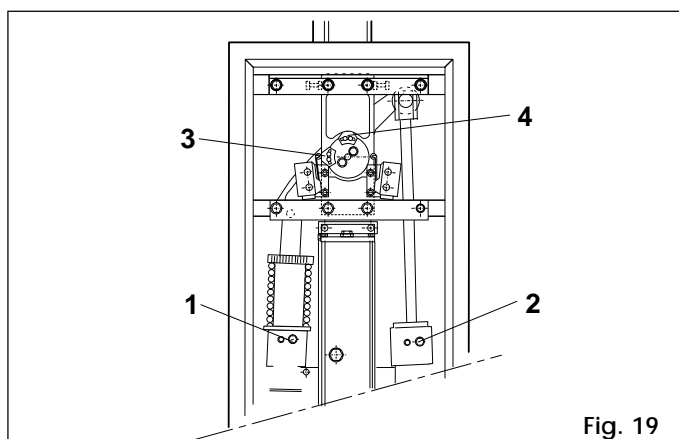

Fig. 19
Sólo si fuera necesario efectuar pequeños ajustes, utilizar los tornillos de regulación ref. 1 y 2 de la Fig. 19. Girando hacia la derecha, la intensidad de la desaceleración aumenta; hacia la izquierda, disminuye.
2) La regulación ideal de las levas de los finales de carrera ref. 3 y 4 de la Fig. 19 se obtiene cuando el microinterruptor interesado actúa en el momento exacto en que la barrera llega al final de carrera mecánico.